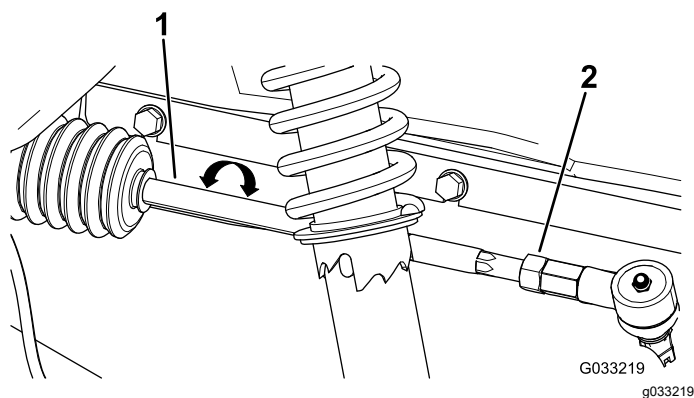

**Figura 48**
2. Misurate la distanza tra i pneumatici anteriori all'altezza dell'assale, davanti e dietro le ruote (Figura 48).